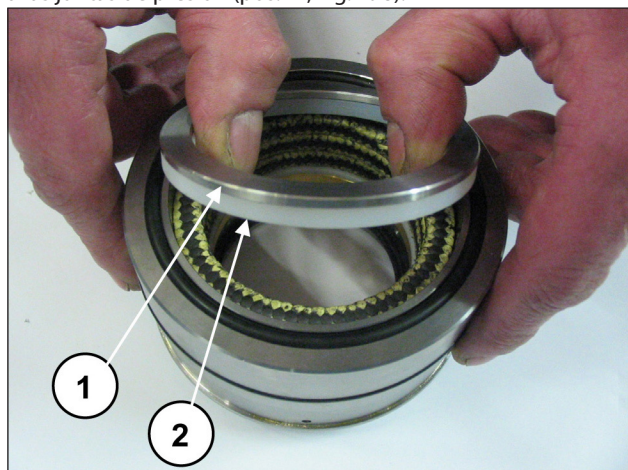
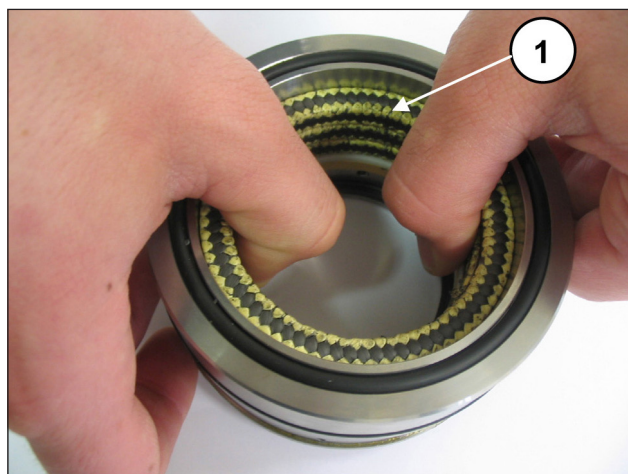

Fig. 197
Fig. 198
Separar el soporte de juntas de la camisa, desmontar la anilla del muelle y la anilla de retén (pos. ①②, Fig. 197) para acceder a las juntas de presión (pos. ①, Fig. 198).